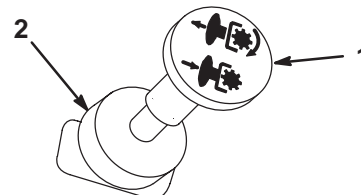

Figure 6
4. Placez la commande de prise de force (PDF) en position Désengagée (Fig. 6).
- Désengagez la PDF (Fig. 6).